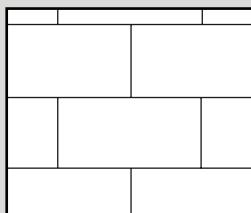
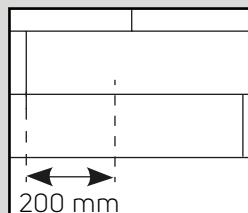

Fig. 3a
Fig. 3b
4. Begin aan de tweede rij. Houd de plank in een hoek van circa  $30^\circ$  en klik de messingzijde in de groef van de eerste rij. Duw de plank/tegel stevig aan. Leg de volgende plank/tegel door de messingzijde en groef langs de korte kant in elkaar te klikken. Duw de messingzijde en groef langs de lange kant in elkaar door de planken/tegels samen te kantelen (Fig. 3). De tegels en planken moeten in een baksteenpatroon worden gelegd zodat de vier hoeken nooit op hetzelfde punt samenkommen. (Fig. 3a en Fig. 3b).